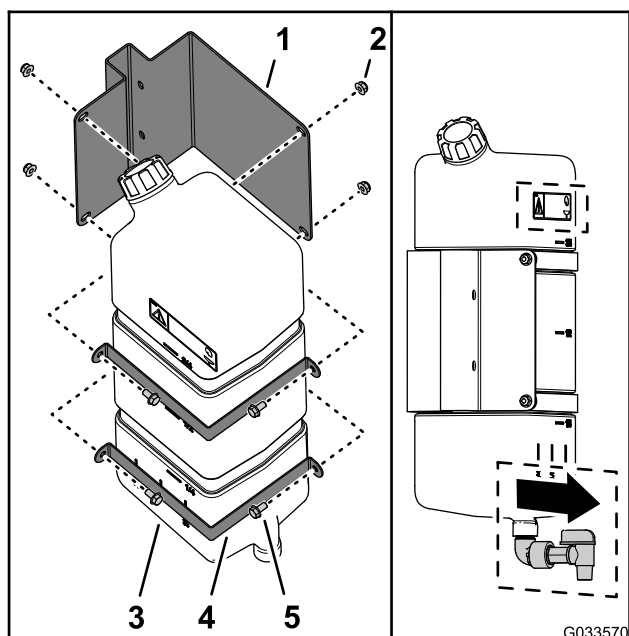

Figura 45
1. Asamblai rezervorul de apă dulce pe suportul aferent cu 2 chingi de montaj, 4 uruburi cu guler (5/16 x 5/8") i 4 contrapiulie cu guler (5/16") aa cum este indicat în Figura 45.